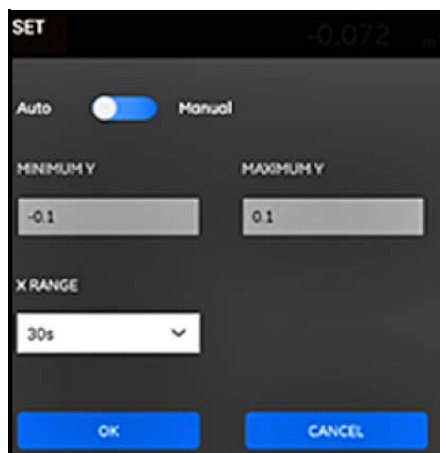

Figura 95: Menú de parámetros gráficos
- Cuando esté en modo GRÁFICO, pulse el botón AJUSTES situado justo encima del gráfico para abrir el menú CONFIGURAR EJE Y mostrado en Figura 95 más abajo.